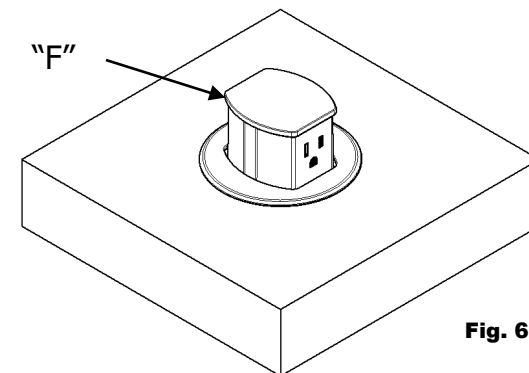

Fig. 6
6. Terminate the cable to power source, press the cover "F" to pop up the receptacle for usage. Press again to close. (Fig. 6).
Presser à nouveau pour l'encastrer. (Fig. 6).
6. Terminar conectando el dispositivo a la fuente de alimentación, presione la cubierta "F" para que emerja el receptáculo para su uso. Vuelva a pulsar para cerrar. (Fig. 6).